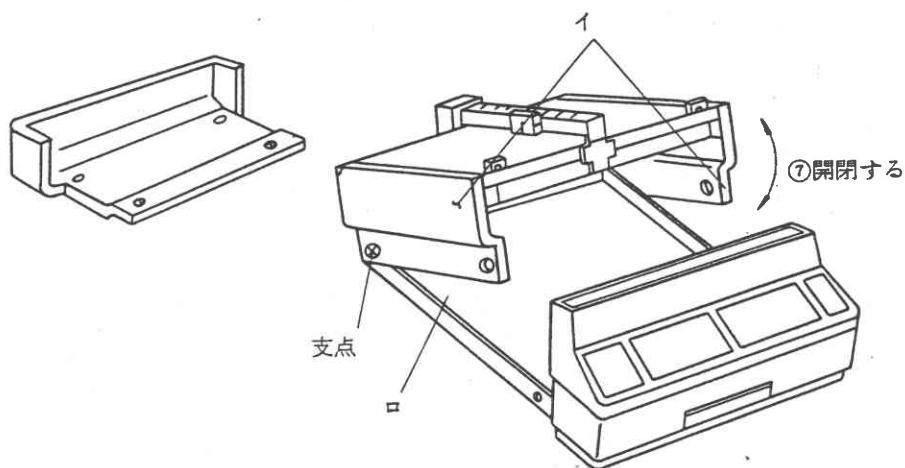

図 2.
2. 開閉の時は図2イ部を両手でささえに行ってください。
3. 図2ロ部は閉める時、配線をはさみ易いのでご注意ください。